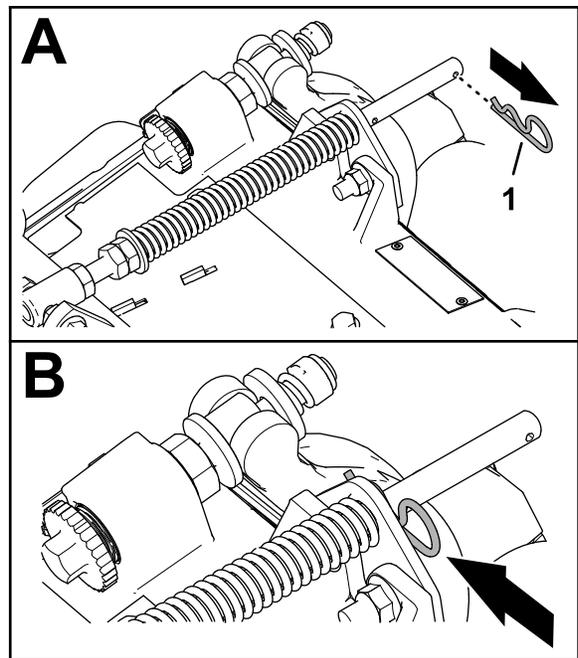

图 17
1. 如果发卡销安装在补偿弹簧杆的后孔中——拆下发卡销并将其插到支架旁边的孔中图 17。